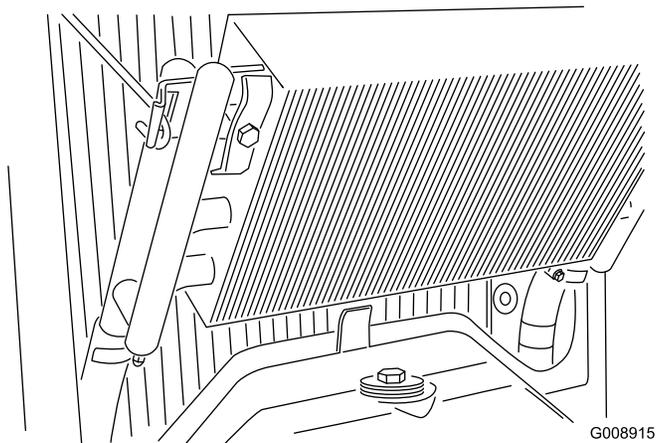

図 50
3. オイル・クーラのラッチを外し、クーラーを後ろに傾ける (図 50)。オイル・クーラとラジエターの裏表を水または圧縮空気ですっきりと清掃する。オイル・クーラーを元に戻し、スクリーンを閉める。